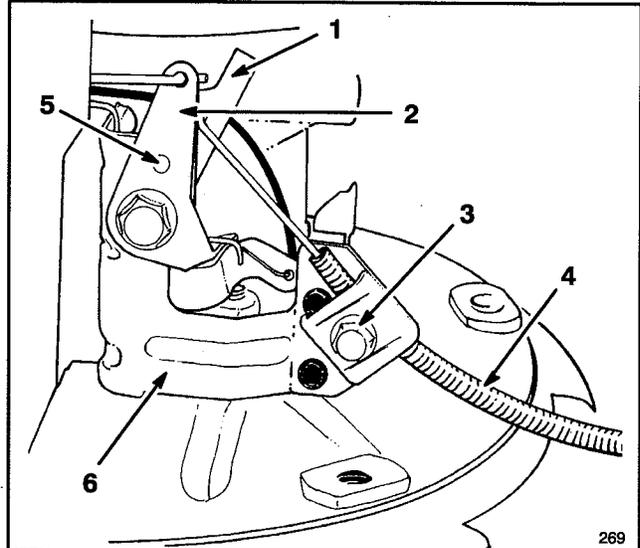

Figure 20
3. Desserrer la vis du serre-câble jusqu'à ce que le câble glisse librement (Fig. 20).
4. Contrôler l'alignement des trous du support de commande des gaz et du levier de starter (Fig. 20). Si nécessaire, régler l'alignement comme expliqué au point 5.
5. RÉGLAGE – Introduire éventuellement une tige de faible diamètre dans les trous alignés, pour maintenir le réglage. Pousser le câble de commande des gaz jusqu'à ce que le levier de commande des gaz touche le levier de starter (Fig. 20). Reserrer la vis du serre-câble. Retirer la tige éventuellement insérée.